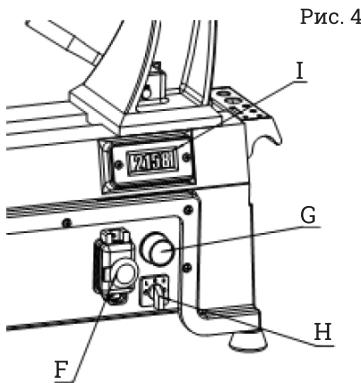

Рис. 4
1. Кнопка включения/отключения с грибковым толкателем (F на рис. 4). Для включения станка необходимо вытянуть толкатель. Для отключения станка необходимо нажать на толкатель.
2. Регулятор частоты вращения (G на рис. 4). Установить регулятор на требуемое значение. В станке предусмотрено три диапазона частоты вращения.
3. Переключатель прямого/обратного направления вращения (Н на рис. 4). Для изменения направления вращения шпинделя необходимо изменить положение переключателя. Направление вращения можно изменять только при остановленном шпинделе.
4. Индикатор частоты вращения шпинделя (I на рис. 4). Отображает частоту вращения шпинделя.